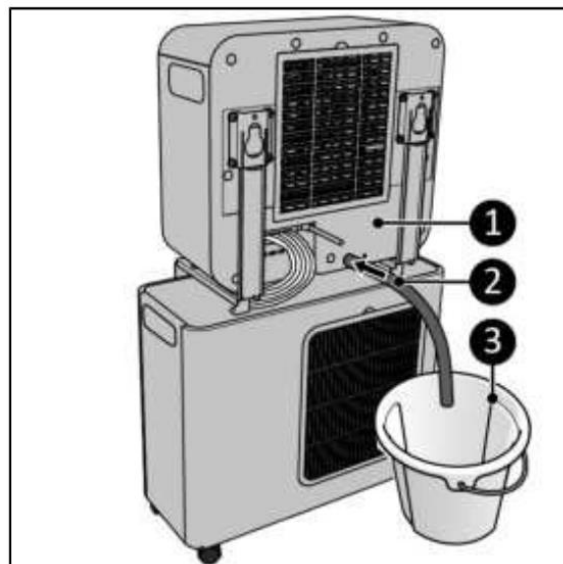

Figura 36
7. Conectați furtunul de evacuare a condensului (Figura 36, articolul 2) la partea din spate a unității interioare (Figura 36, articolul 1).
8. Așezați furtunul de evacuare a condensului (Figura 36, articolul 2) în găleată (Figura 36, articolul 3).
2. Furtunul de evacuare a condensului (Figura 36, elementul 2) trebuie conectat la partea din spate a unității interioare și condus într-un recipient (Figura 36, elementul 3).